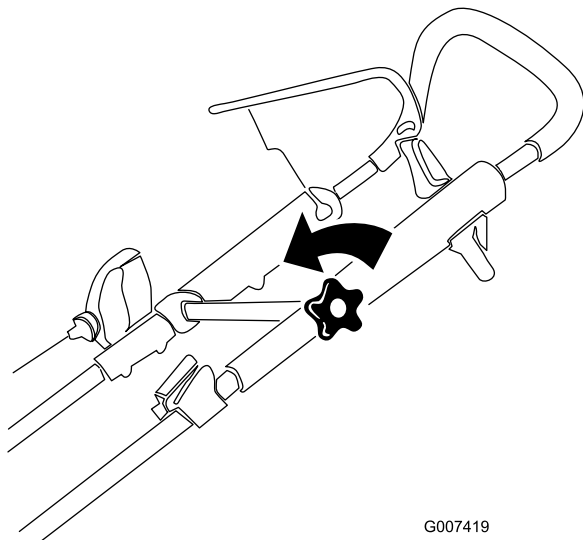

Bild 16
1. Lösen Sie das obere Bügelhandrad (Bild 16).